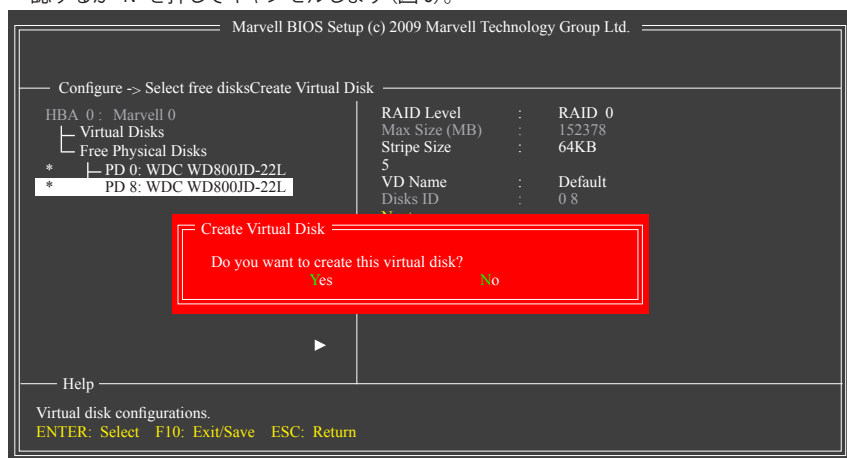

図 5
6. **Next (次へ):** 上の設定を完了した後、**Next** に移動して<Enter>を押しアレイの作成を開始します。ボリュームの作成を確認するように求めるメッセージが表示されたら、<Y>を押して確認するか<N>を押してキャンセルします (図 5)。